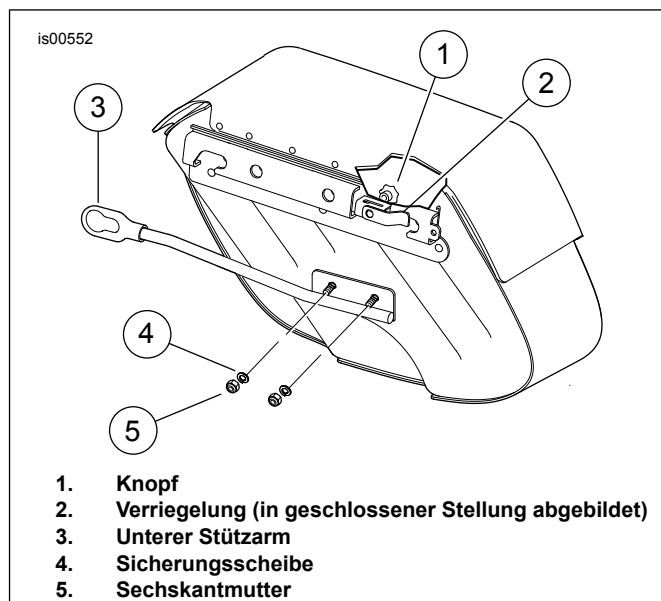

Abbildung 4. Satteltasche – Ansicht von hinten
2. Siehe Abbildung 4. Am Knopf (1) ziehen und ihn in Richtung Satteltaschenrückseite verdrehen. Die Verriegelung (2) an der Rückseite der Satteltasche muss sich in die offene Stellung drehen.
7. Siehe Abbildung 4. Wenn die Stoßdämpferdistanzscheibe in Schritt 6 eingestellt wird, kann dies die Satteltasche oder den unteren Stützarm nach oben heben bzw. nach unten absenken. In diesem Fall müssen die Sicherungsmuttern zwischen dem unteren Stützarm und der Satteltasche gelockert und der Arm nach vorne bzw. nach hinten verstellt werden. Falls lose, die Stützarme auf ein Drehmoment von 7–10 N·m (60–90 in-lbs) anziehen.